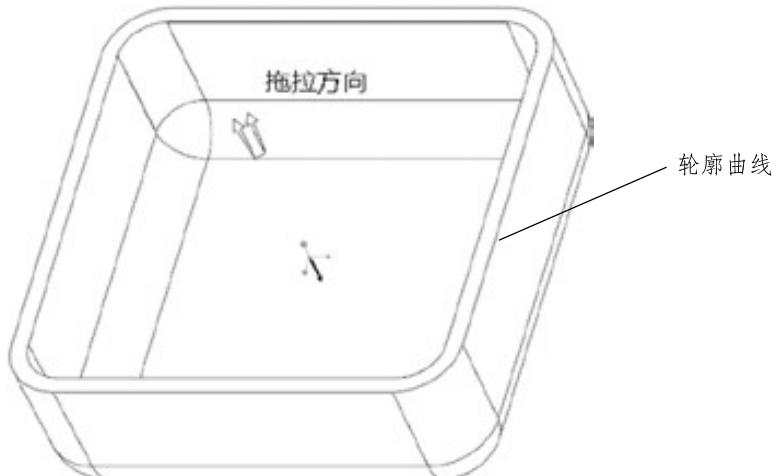
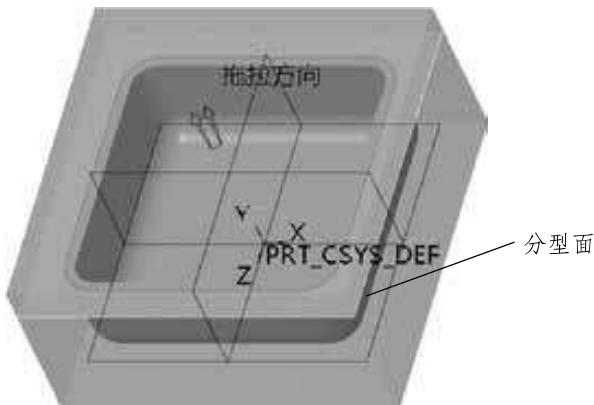

图 1-33 创建轮廓曲面
图1-38 创建分型面
单击“轮廓曲线”按钮 \square ，再在“轮廓曲线”操控板中单击 \checkmark ，自动在参考模型的口部创建轮廓曲线，如图 1-33 所示。
Step 05 依次在产品图上选择图1-33所创建的轮廓曲线，创建分型面，如图1-38所示。